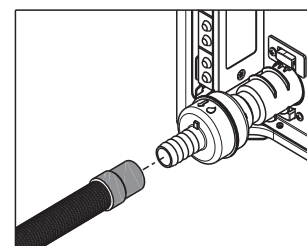

fig. 2
- Estrarre il tubo raccogli condensa (fig. 2).